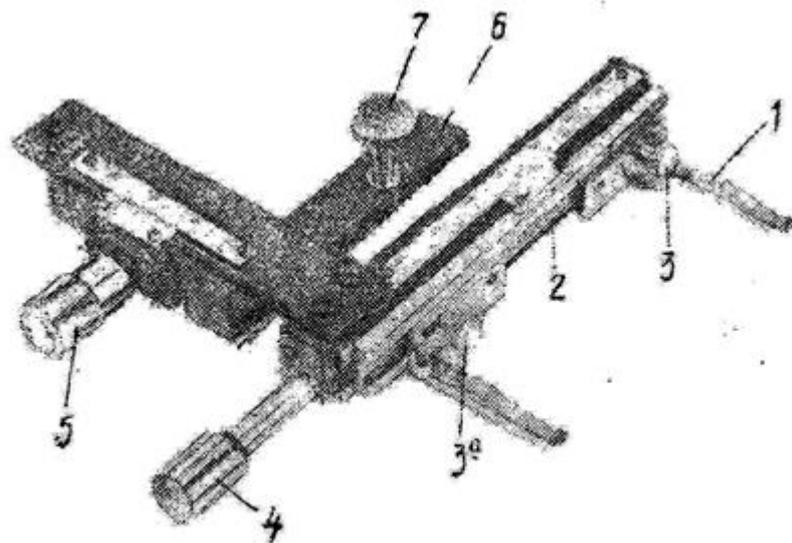

Рис. 1.
Wie in Abb. 1 zu sehen ist, besteht sie aus zwei Haltern (1), die sich in der Führung (2) bewegen können. Je nach Länge des Präparationsglases können die Halter eingestellt werden und der Abstand zwischen ihnen wird durch einen Stopper (3) fixiert; der Stopper (3a) dient als Halter, für den der rechte Fuß bewegt wird. Der Griff (4) wird für die Querbewegung der Präparation verwendet.